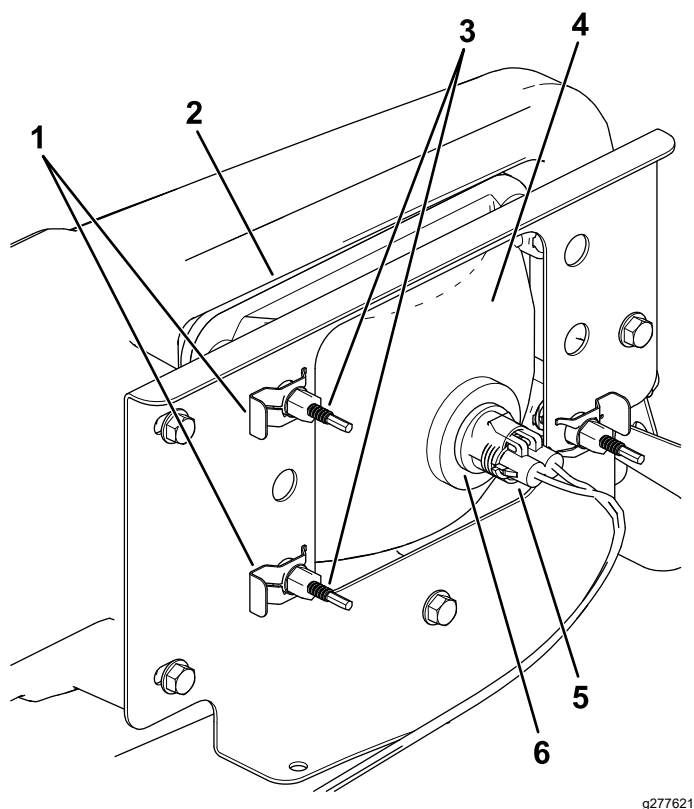

Figure 49
3. Débranchez le connecteur électrique de faisceau du connecteur du phare (Figure 49).
4. Déposez les clips rapides qui fixent le phare à son support (Figure 49).
5. Sortez le phare en le déplaçant vers l'avant à travers l'ouverture dans le pare-chocs avant (Figure 49).
6. Montez le phare neuf par l'ouverture dans le pare-chocs (Figure 49).
8. Branchez le connecteur électrique de faisceau sur le connecteur de l'ampoule (Figure 49).
5. Au dos du phare, tournez les vis de réglage (Figure 49) pour orienter le phare et aligner la position de son faisceau.